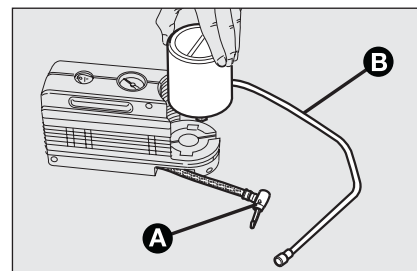

fig. 18
- ☐ desengatar o engate **A-fig. 18**;